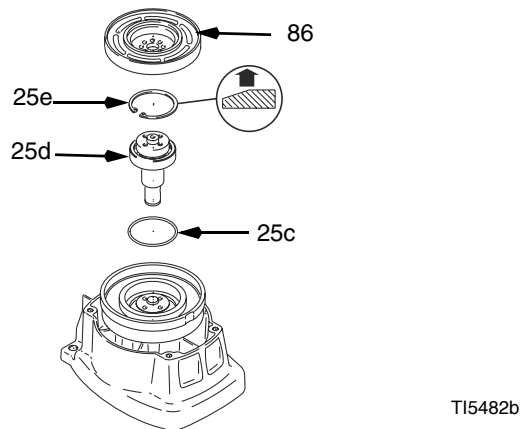

Рис. 6
7. Рис. 6. Снимите стопорное кольцо (25e).
6. Рис. 6. Проверьте и, в случае отсутствия или повреждения уплотнительного кольца (25с), замените.